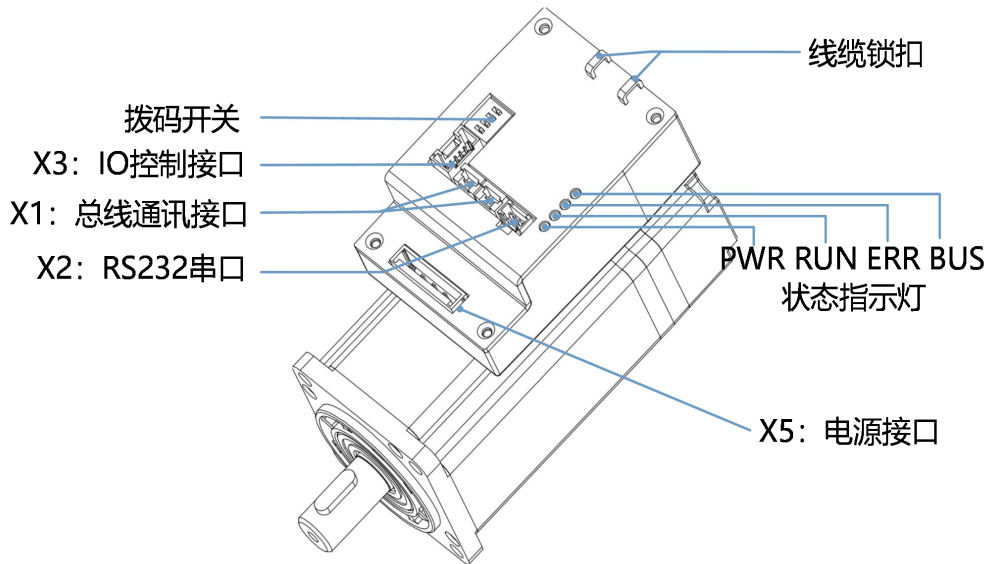
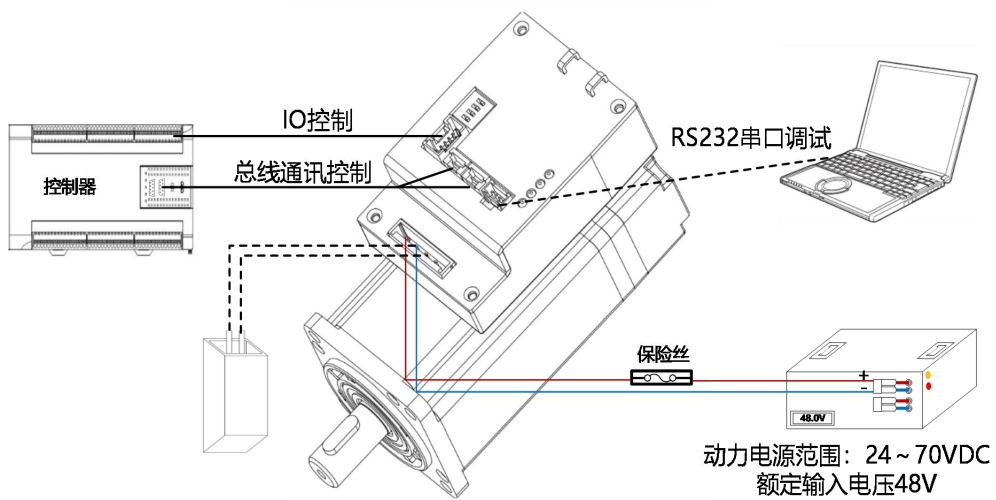

图 3-1 集成伺服接口定义
图 3-2 集成伺服外部连接方式
- MD 系列不同功率产品接口定义相似，图 3-1 以及图 3-2 以 MD60-040-DMAK-CA-000 做为样例。